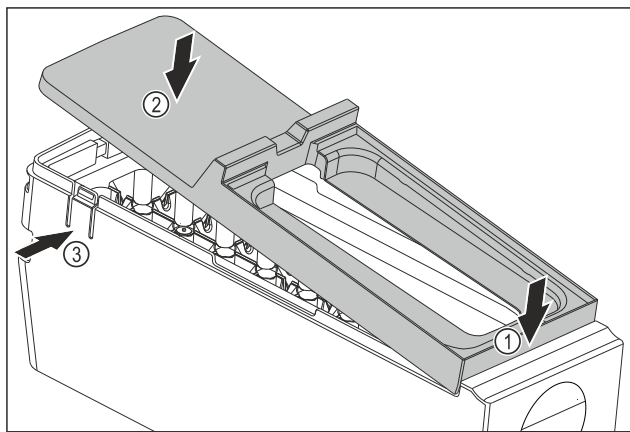

Fig. 174
- ▶ Montáž krytu korpusu EasyTwist-Ice: Nasadte kryt na přední stranu. Fig. 174 (1)
- ▶ Spusťte kryt vzadu dolů. Fig. 174 (2)
- ▶ Kryt slyšitelně zaklapne v obou lamelách Fig. 174 (3).